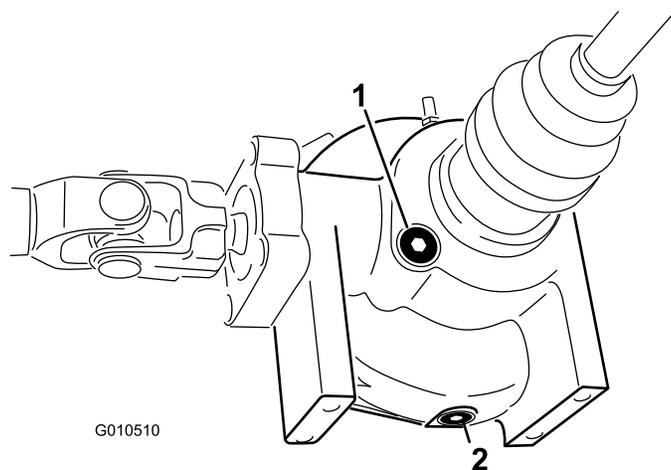

図 20
2. デファレンシャルの側面についている補給・点検プラグの周囲をきれいに拭く 図 20。